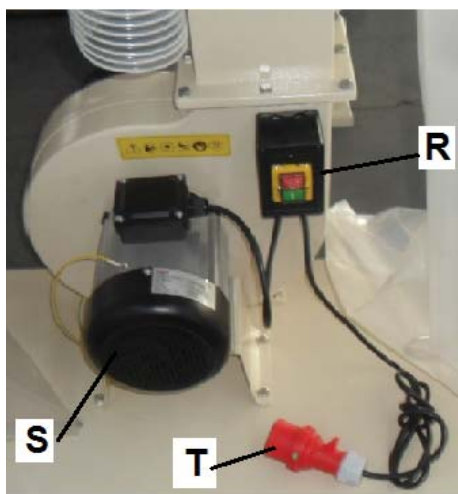

Рис. 13
- Запуск и остановка устройства осуществляется магнитным переключателем (R). Штепсельная вилка установки обозначена буквой (T). Рис. 13